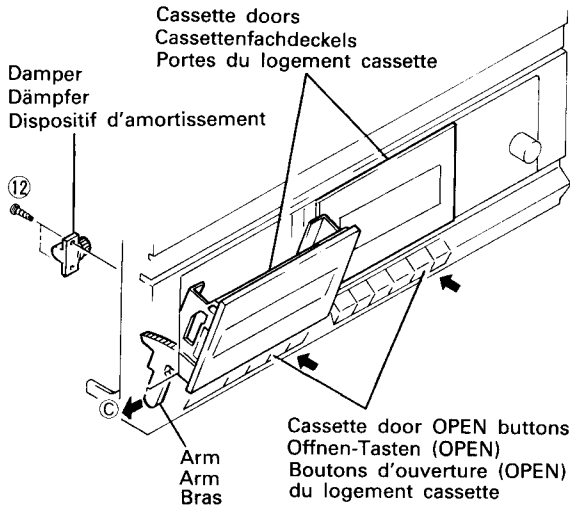

Fig. 6 Abb. 6
6. Cassette Door (Fig. 6)
6. Cassettenfachdeckel (Abb. 6)
6. Porte du logement cassette (Fig. 6)